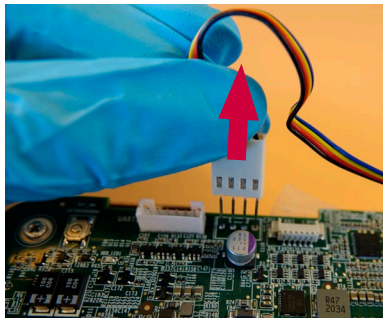

Figura 23 Scollegare il cavo della ventola
a) Scollegare il connettore della ventola (Figura 23)
- g) **Collegare il cavo della ventola (v. Figura 12 e Figura 23)**